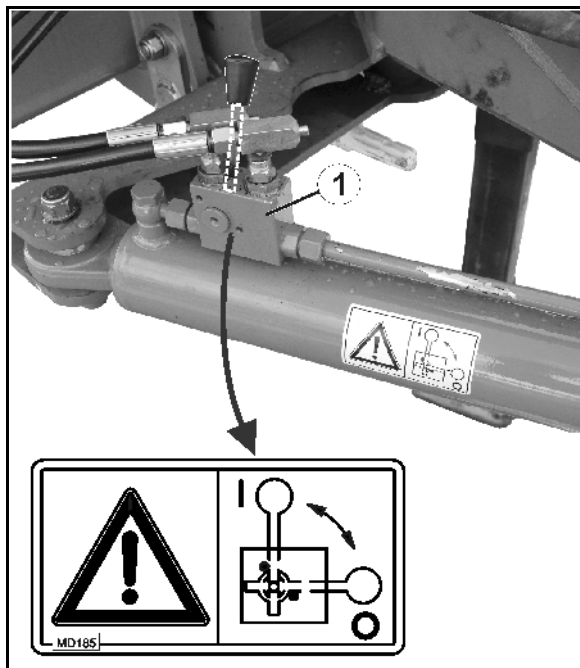

Fig. 44
4. Sikre styrestangen ved å lukke stengeventilen (Fig. 44/1) i posisjon 0.